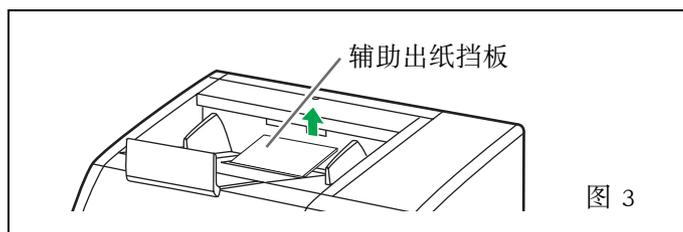

图 3
- 薄纸文件可能会翘曲，不能正常堆纸。当扫描薄的文件时，轻轻地举起辅助出纸挡板，令文件平稳地退出。（见图 3）